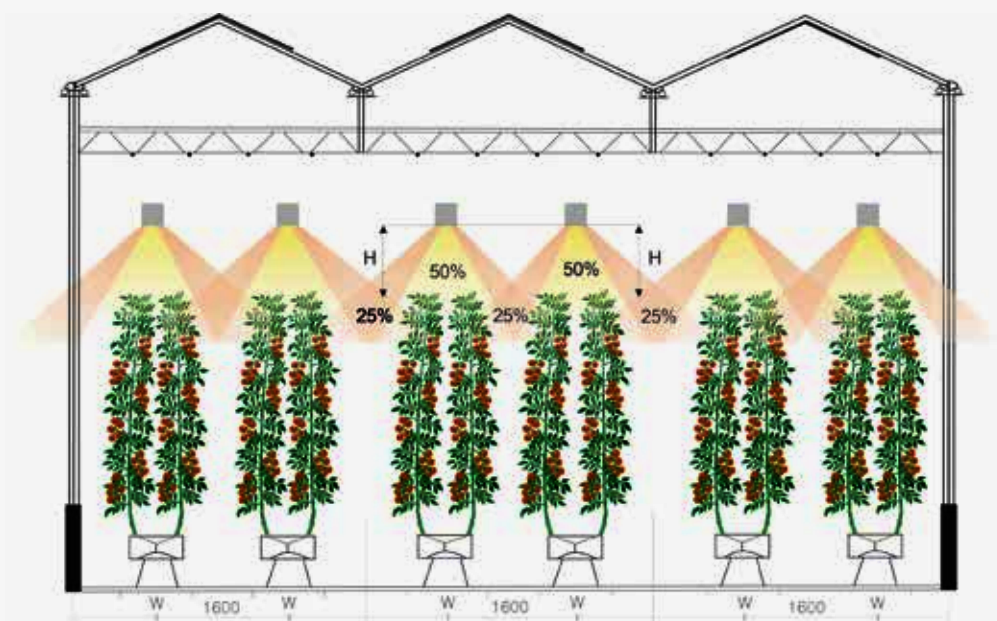

Fig.1
- 02 50% del flusso luminoso si concentra nelle zone laterali, illuminazione laterale che irradia le file adiacenti con un angolo variabile tra i 30° e i 60° (Fig.1)